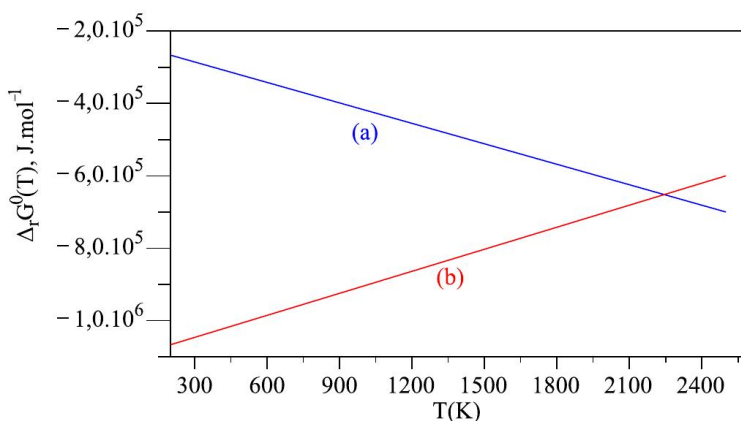

Figure 1 – Enthalpie libre standard de réaction en fonction de la température.
**4** - Compte tenu des états physiques des réactifs et produits apparaissant dans l'équation de la réaction (1), prévoir le signe de  $\Delta_r S_1^\circ$ . Attribuer alors la courbe (a) ou (b) de la figure 1 à  $\Delta_r G_1^\circ(T)$  en justifiant votre choix.
L'évolution de l'enthalpie libre standard de réaction  $\Delta_r G_2^\circ(T)$  en fonction de la température pour une réaction (2) entre le carbone et l'oxygène a également été représentée sur la figure 1. La représentation a été rapportée à une mole de dioxygène.
**6** - Proposer deux équations pour les réactions correspondant aux réactions du dioxygène sur le carbone, formant dans le premier cas du dioxyde de carbone gazeux, dans le second cas du monoxyde de carbone gazeux. Indiquer le degré d'oxydation de l'élément carbone dans chacun des deux produits envisagés. Compte tenu de l'allure de la courbe, justifier que la courbe (a) ou (b) est attribuée à la réaction (2) d'obtention de l'oxyde présentant le carbone avec le degré d'oxydation le plus faible.
**7** - Écrire alors par combinaison linéaire des réactions (1) et (2) une équation pour la réaction du carbone sur l'oxyde d'aluminium. Indiquer la condition thermodynamique (à propos de l'enthalpie libre standard de réaction) qui doit être vérifiée pour que la constante d'équilibre de la réaction soit supérieure à 1.
**8** - Prévoir à partir de quelle température la réduction de l'oxyde d'aluminium est théoriquement possible. Justifier votre raisonnement à partir de la figure 1.